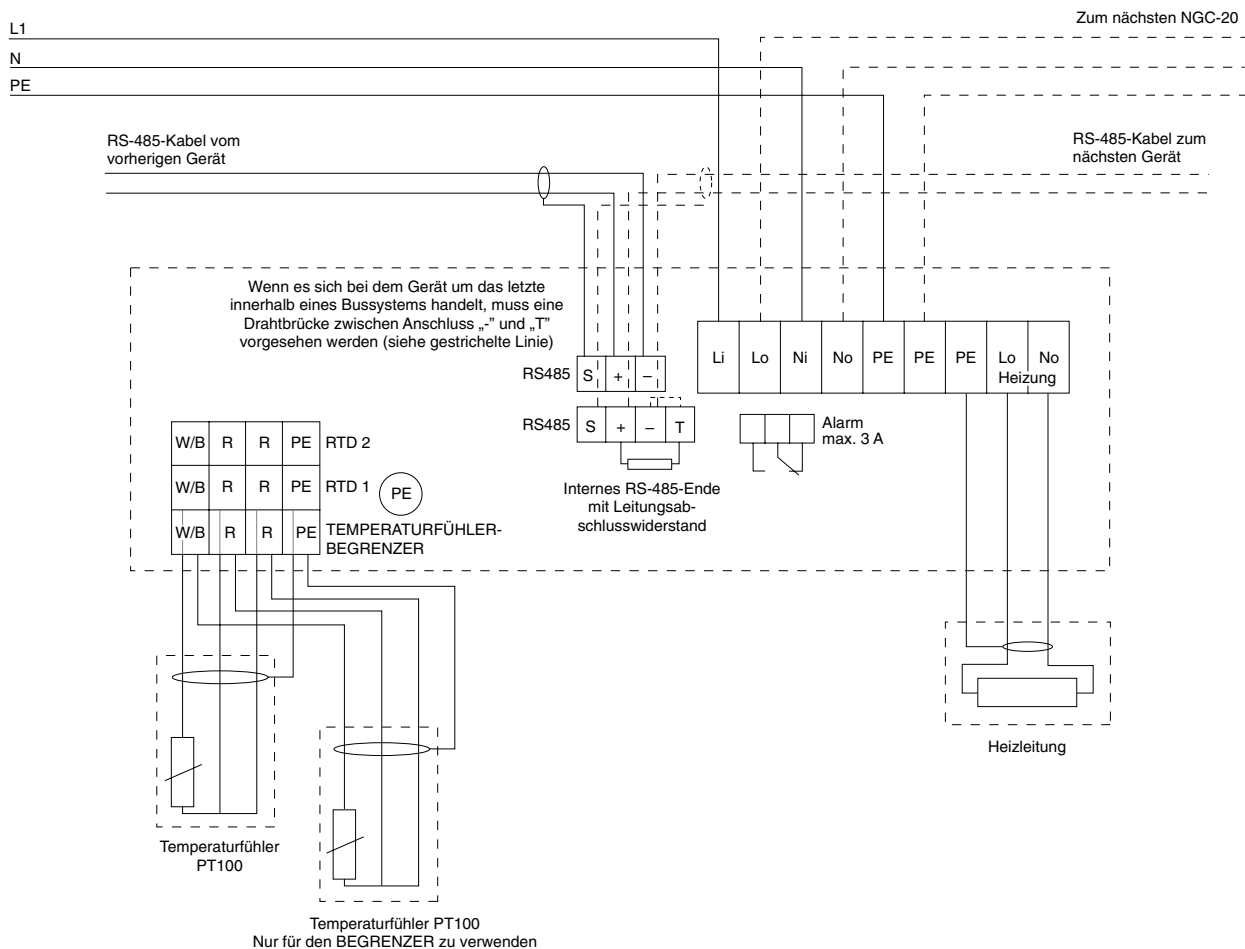

Abbildung 2: Anschlussdiagramm NGC-20-C(L)-E
- Temperaturfühler sind auf der Oberseite der Rohrleitung zu positionieren. (Abbildung 2)
- Das Anschlusskabel muss so aus der Isolierung herausgeführt werden, dass keine Feuchtigkeit in die Isolierung eindringen kann. (Abbildung 2)